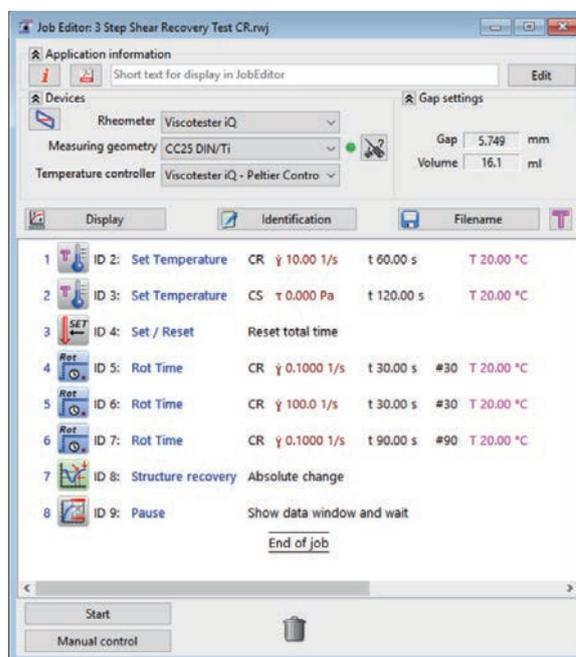

図4. HAAKE RheoWinによるCRモードでの3段階せん断回復試験 (データ評価を含む)
HAAKE Viscotester iQレオメーターを使用すると、2種類の方法でせん断回復試験を行えます。第1段階と第3段階は、低せん断速度 (CR) で実施することで、破壊されない状態の構造を持つ材料のベースラインを取得し、時間依存性の回復を測定できます。どちらのプログラムも、低いせん断応力で実施することもできます。この方法は、塗料を表面に塗布した後に塗料に作用する重力の影響を、せん断速度実験よりもよくシミュレートできます。ただし、この試験は、応力制御 (CS) モードで動作するレオメーターでのみ実施できます。どちらの方法でも、中間部はせん断速度制御 (CR) で実施します。図4は、HAAKE RheoWinソフトウェアのCRモードで実施する3段階せん断回復試験の典型的な試験セットアップを示しています。